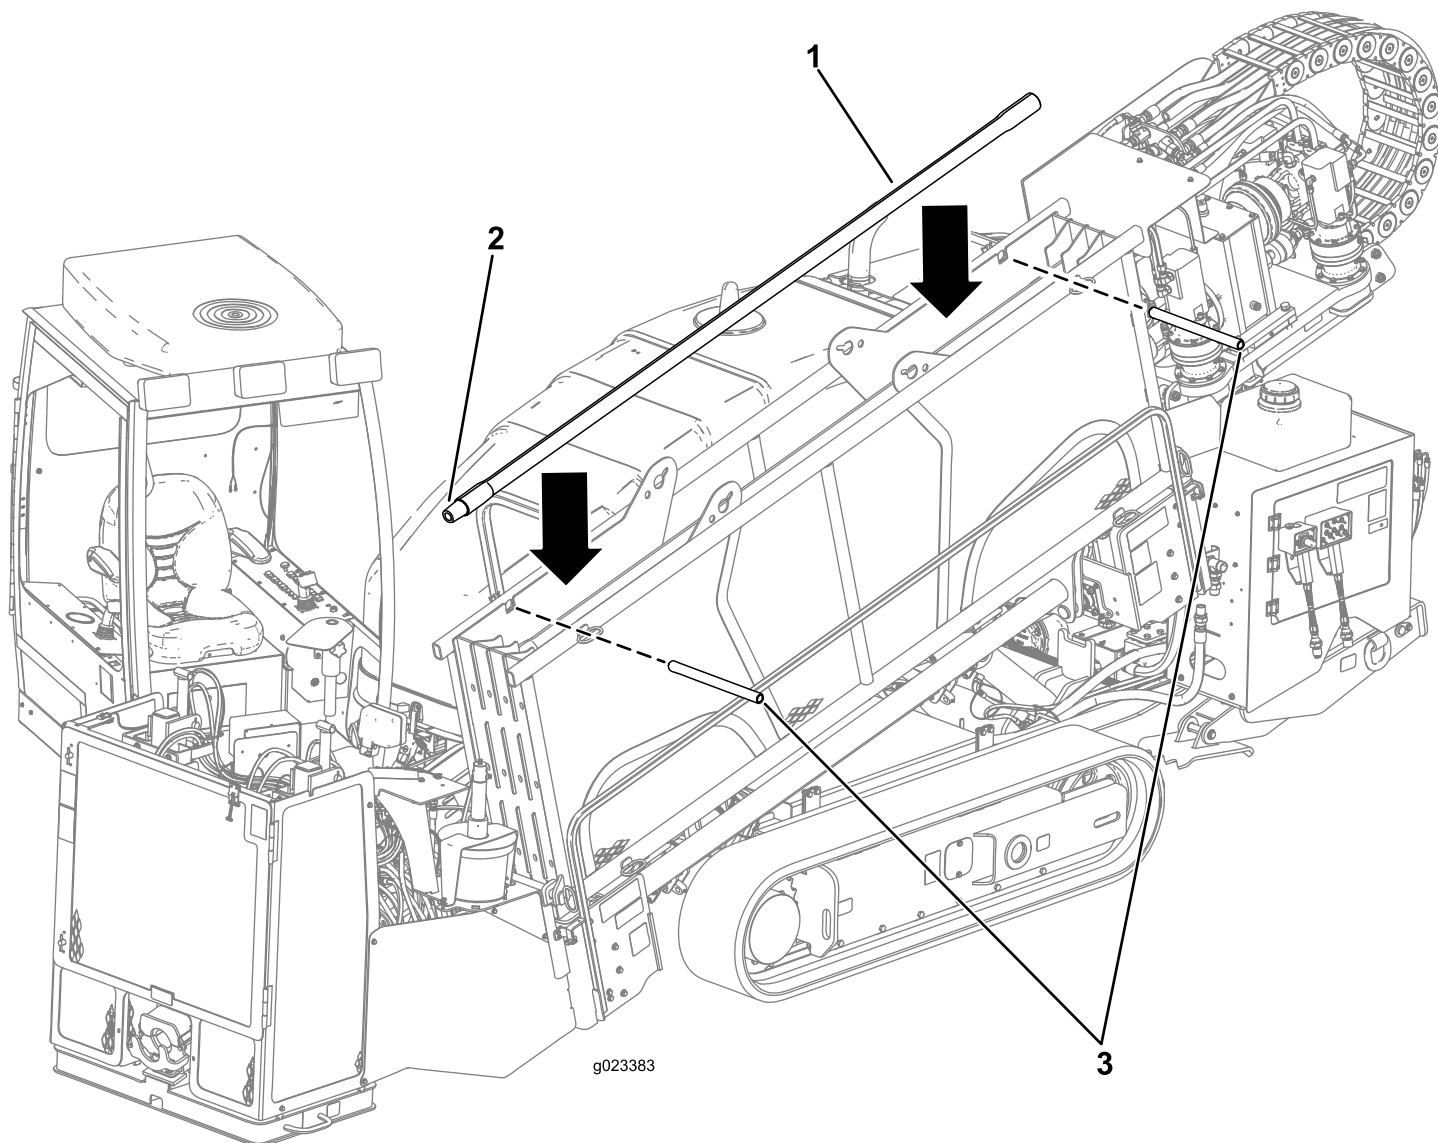

Figura 65
1. Retire os pinos do porta-hastes (Figura 65).
2. Introduza as hastes pela parte superior, com as extremidades com rosca macho voltadas para a dianteira da máquina (Figura 65).